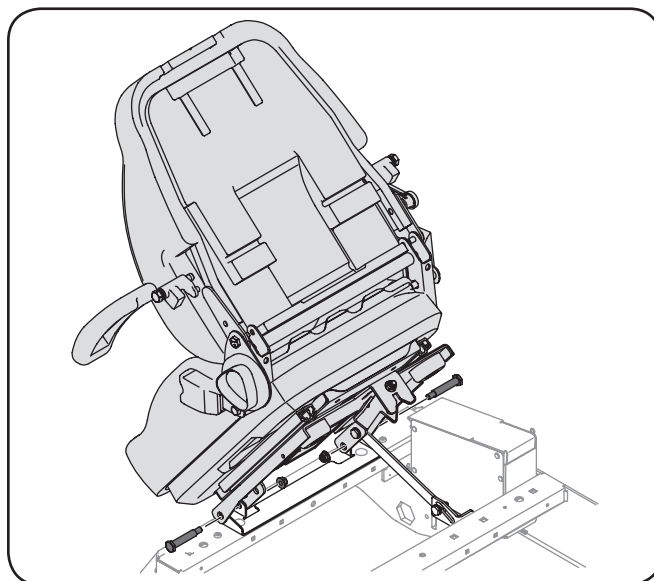

Figure 3-10
1. Retirez les deux écrous autobloquants, les rondelles et les boulons à épaulement du support du siège. Voir Figure 3-10.
2. Placez le siège dans la bonne position et fixez-le avec la quincaillerie retirée à l'étape précédente. Voir Figure 3-10.